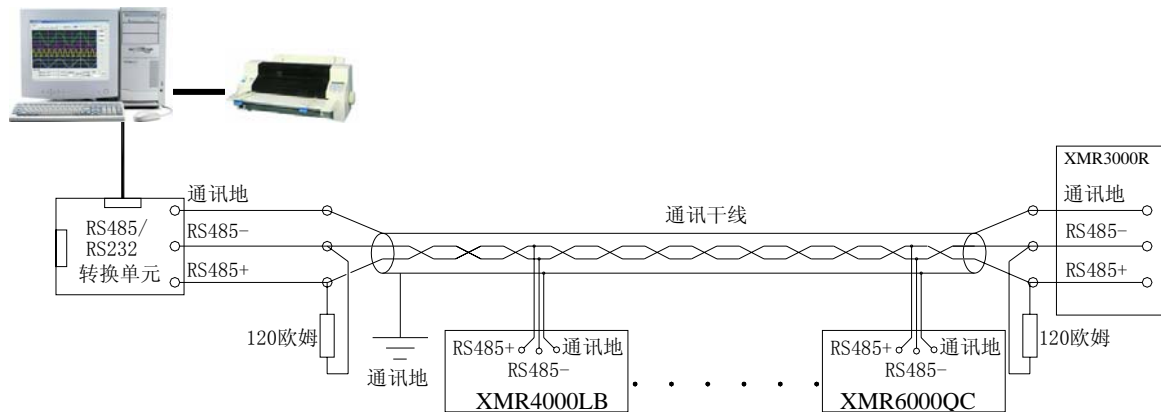

图9.1 RS-485通信接线方法
- ◆ XMR5000C彩色无纸记录仪的RS-485通讯线采用双芯五类屏蔽双绞线，其一端通过RS-232/485转换模块接到计算机的串行通信口，另一端接到记录仪端子板上的三个通讯端子上，其连接方式如图9.1所示：